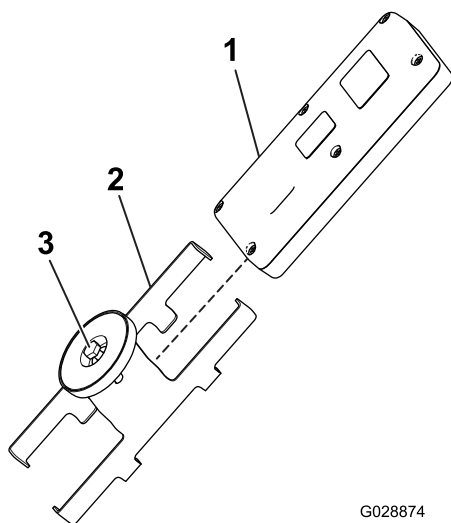

Figura 37
1. Allentate il bullone nel magnete sulla staffa magnetica del telecomando (Figura 37).
- Fate scorrere i lati della staffa separandoli e rimuovete il telecomando (Figura 37).
- Montate il telecomando sulla relativa staffa magnetica, fate scorrere le due metà insieme per fissare il telecomando e serrate il bullone nel magnete (Figura 37).